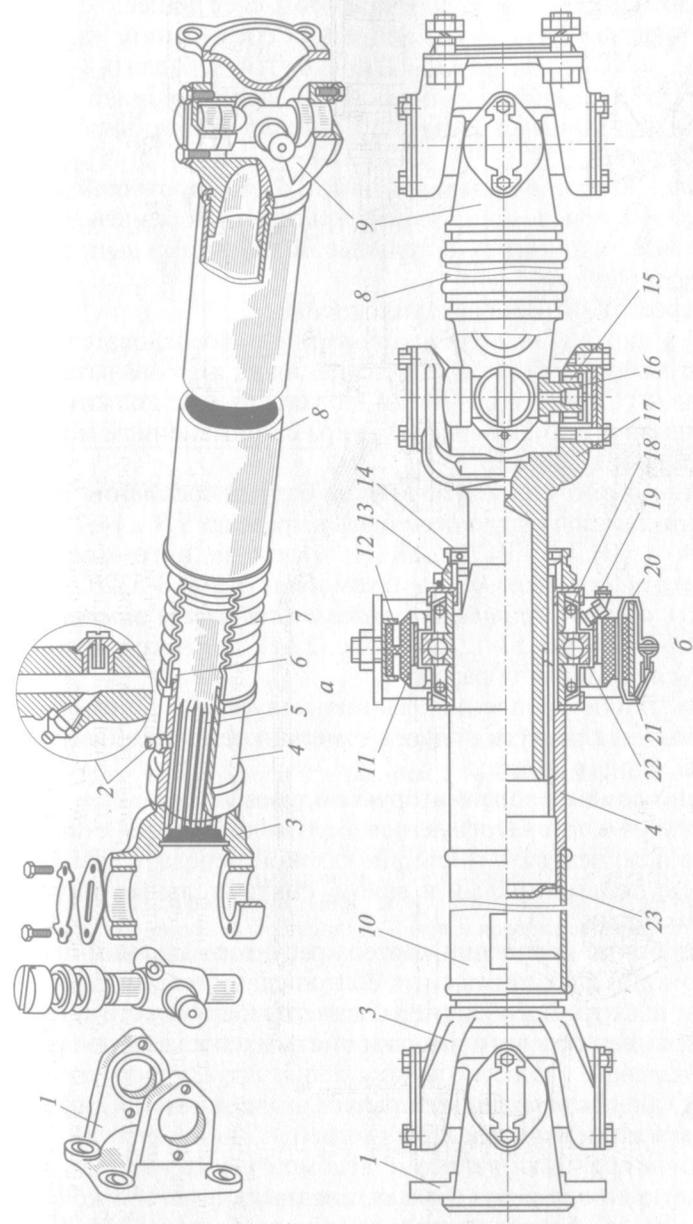

Рис. 2.10. Карданные передачи:
33. Изучить *устройство карданных передач автомобилей ГАЗ-53А, ЗИЛ-130 и КамАЗ-5320*, обращая внимание на различие их конструкции (см. рис. 2.10).